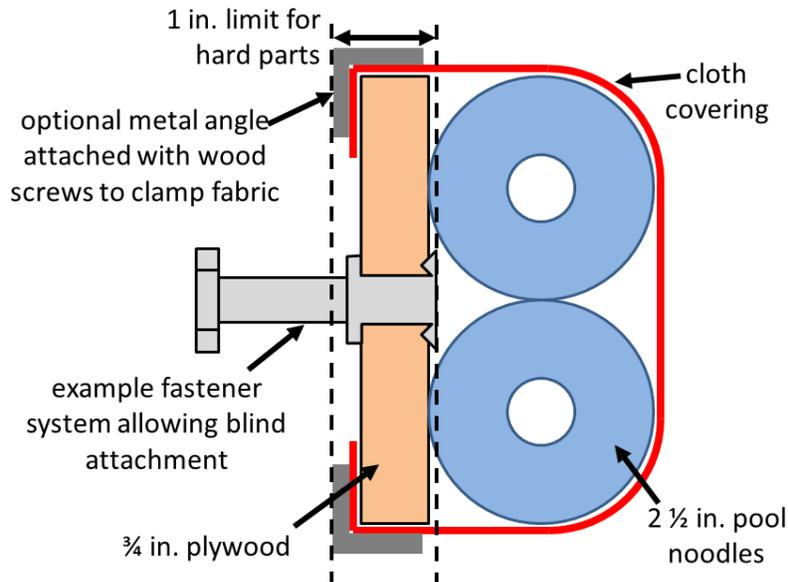
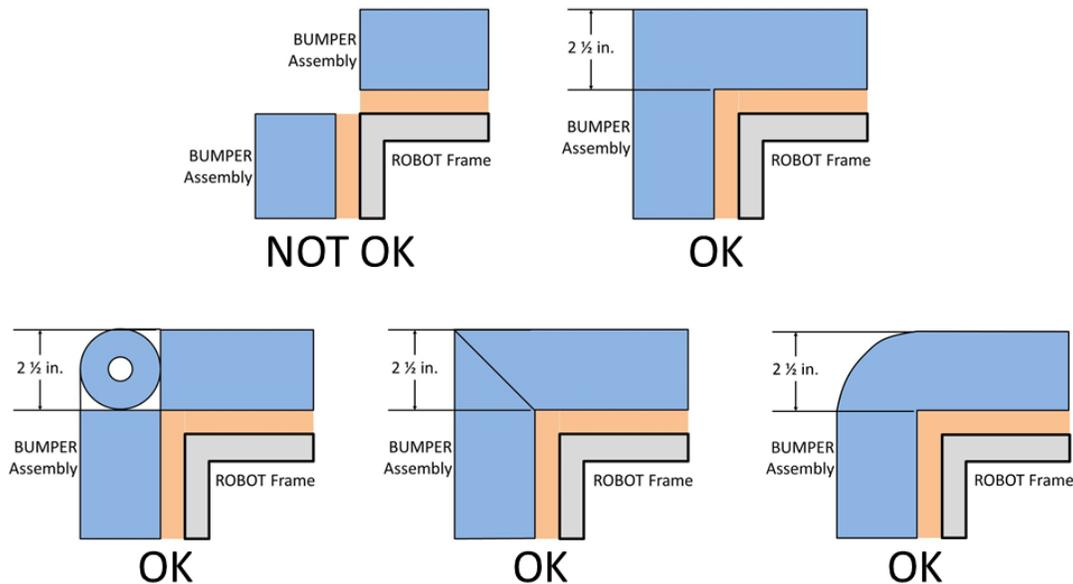

Figura 97 Corte Transversal del PARACHOQUES
Figura 98 Secciones suaves de las Esquinas de los PARACHOQUES
- R24.** Los PARACHOQUES deben construirse de la siguiente manera (ver la Figura 97):
- C. como material de amortiguación, se debe utilizar un par de tubos de espuma (sólidos o huecos) para piscina (“pool noodles”) de aproximadamente 2½ in. (nominal, ~63mm) en forma de pétalo, redonda o hexagonal (ver la Figura 97). Los diferentes juegos de tubos de espuma que se utilizan en el PARACHOQUES (por ejemplo, un juego Rojo de PARACHOQUES) no pueden modificarse (fuera de cortarlo a la medida necesaria o en ángulo para acoplarlo en las esquinas de acuerdo con R25) o deformarse y deben tener el mismo diámetro, forma y densidad (es decir, todo circular y hueco o todo hexagonal y sólido). El material de amortiguación se puede extender hasta 2½ in. (~63 mm) más del final del triplay (ver la Figura 98). Para facilitar la colocación de la cubierta de tela, se pueden utilizar broches para fijar los tubos de espuma al refuerzo de triplay, siempre y cuando el corte transversal ilustrado en la Figura 97 no se altere en forma significativa (por ejemplo, si se utiliza cinta adhesiva, esta no debe comprimir los tubos de espuma).
- D. se deben cubrir con una tela resistente y lisa. (se permiten capas múltiples de tela y costuras si estas fueran necesarias para cumplir con la regla R21 y/o R22, siempre y cuando el corte transversal ilustrado en la Figura 97 no se altere en forma significativa).
- E. se puede utilizar un ángulo de metal, como se muestra en la Figura 97, u otro tipo de broches (por ej. grapas, tornillos, etc.) para sujetar la tela.
R25. Las uniones de las esquinas entre un PARACHOQUES y otro deben llenarse con el material de los tubos de espuma. En la Figura 98 se muestran algunos ejemplos de implementación.